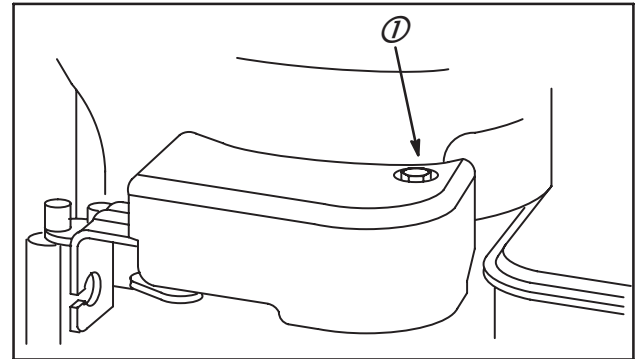
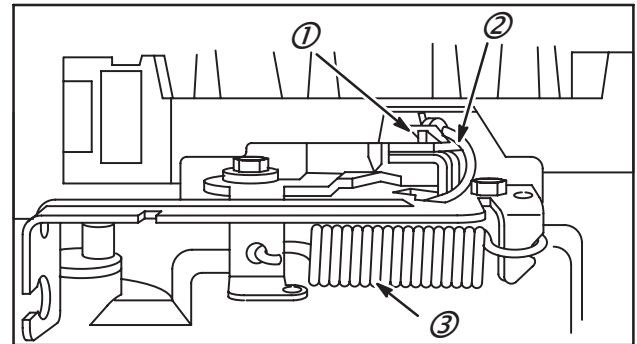

Fig. 124
Fig. 125
1. Déposer la vis du capot de frein (1) et soulever le capot, Fig. 124.
2. Déposer les trois (3) vis et le carter de ventilation.
3. Redresser le fil (2) du contact d'arrêt (1) et le déposer. Déposer le ressort de frein (3), Fig. 125.